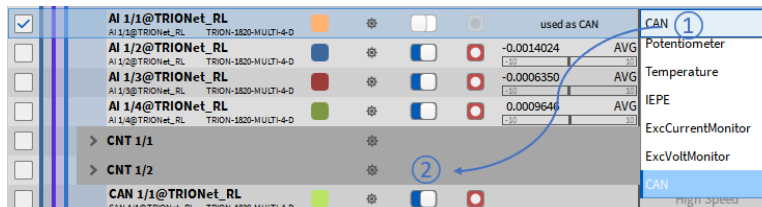

Abb. 7.203: CAN-Ports eines TRION-MULTI-Moduls
**Bemerkung:** Bei Verwendung des CAN-Ports eines TRION(3)-18x0-MULTI oder eines TRION-2402-MULTI Moduls ist der CAN-Port auf AI 1 dieser Boards verfügbar. Für den Zugriff auf und die Nutzung dieser CAN-Ports müssen Sie zuerst den Messmodus von AI 1 auf CAN einstellen und dann den dedizierten CAN-Port aktivieren (siehe Abb. 7.203)